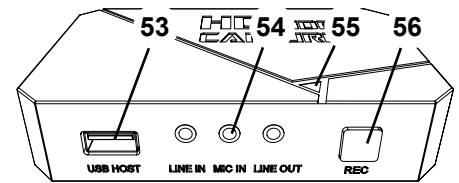

Fig. 35
- ⇒ Premere il tasto REC (56, Fig. 35) del videoregistratore HDMI.
- ◆ Il LED di segnalazione (55, Fig. 35) è acceso in rosso.
⇒ Collegare il cavo del microfono della cuffia (spina rosa) al connettore MIC IN (54, Fig. 35) (di colore rosa).